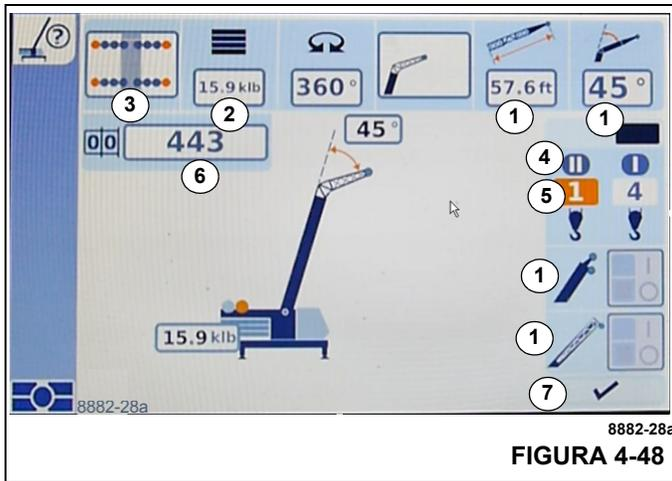

FIGURA 4-48
- Contrapeso (2, Figura 4-48)
- Sistema de la pluma (1)
- Separación entre estabilizadores (3)
- Seleccione uno de los componentes deseados (1, Figura 4-48) a (4).